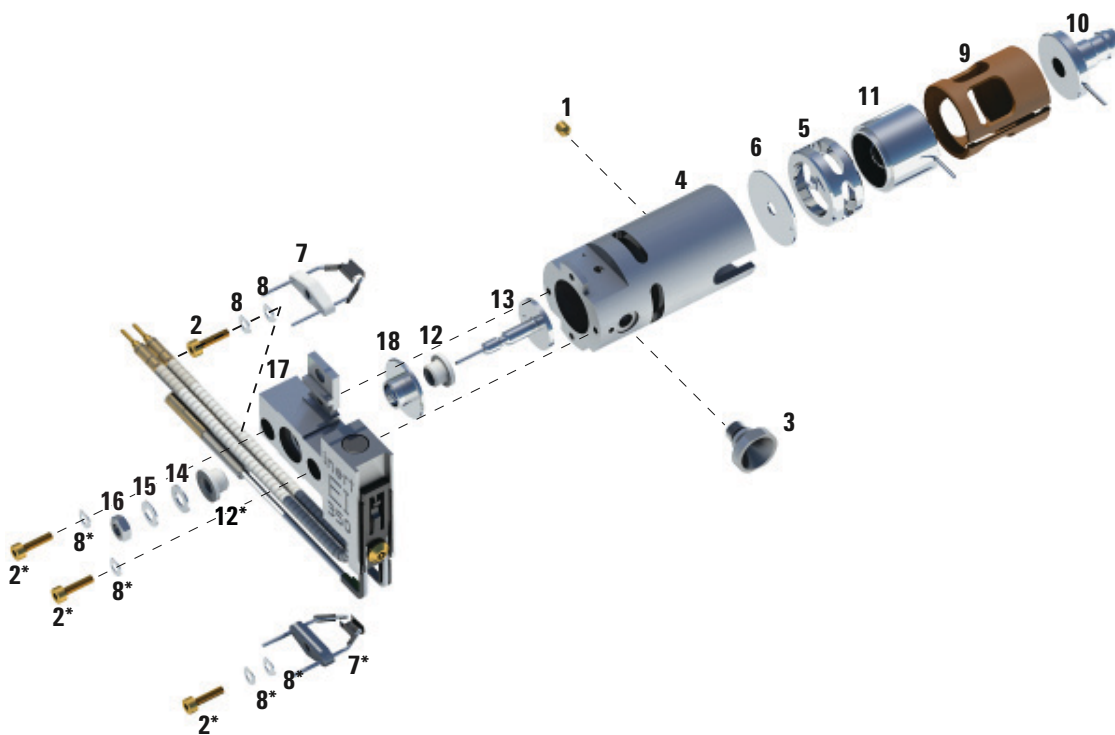

Figure 25 Montage de la source à EI standard ou inerte
- a Installer la cartouche du bloc repousseur dans le bloc de chauffage de la source. (Voir Figure 25 à la page 168.)
- 2 Insérer le disque d'extraction et le cylindre d'extraction dans la source. (Voir Figure 25 à la page 168.)
Tableau 20 Liste des pièces détachées de la source à EI standard ou inerte (Figure 25)